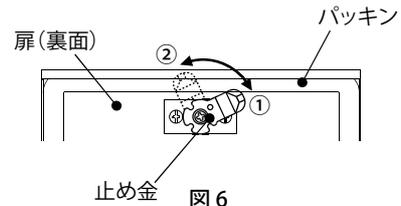

図 6
2. ハンドルの一溝をヨコ向、止め金を①の位置で取付けてください。(図 6)
3. 取付後は止め金を②の方向に動かして『カチカチ』と音がすることを確認してください。(図 6)